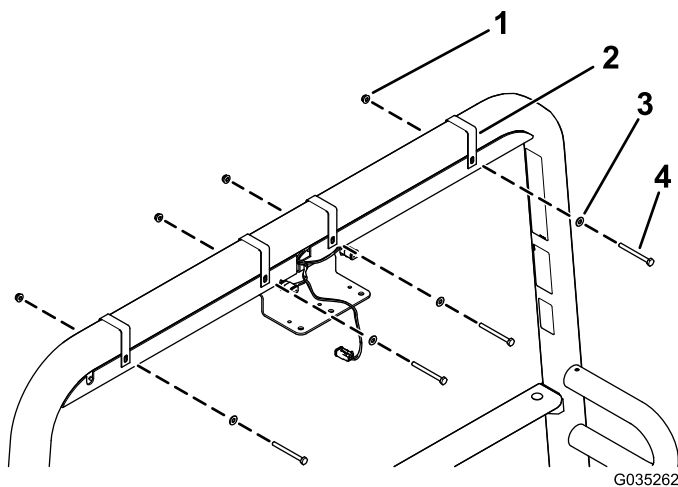

图4
2. 如图4所示，用 4 个灯具安装槽安装支架、4 个六角头螺栓 (1/4 x 2-3/4 英寸) 和 4 个扁平垫圈 (1/4 英寸)，将 2 个灯具安装槽固定到防翻滚保护架上。